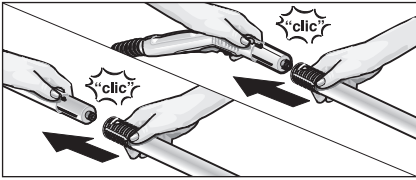

Рис. 3: приєднання подовжувальних трубок
- При необхідності користуйтеся подовжувальними трубками (G1). При цьому одну або обидві подовжувальні трубки (G1) приєднайте до парового пістолета (C1) (див. рис. 3). Після цього надягніть необхідну насадку (D1, E1, F1, H1) на вільний кінець подовжувальної трубки.